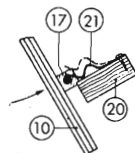
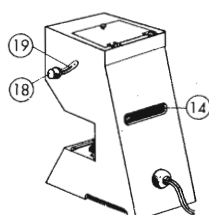

Fig. 305. Molletta di fermo per lo specchio.
Fig. 306. L'apparecchio finito.
destra è provvista di una vite 6 mm che si muove in una fessura curva della parete esterna di 7 mm di larghezza. Tagliata la testa alla vite, possiamo fissarvi un bottone di radio a fermo laterale (18); la fessura può essere ricoperta da una mascherina di alluminio (19) (v. anche fig. 306). Per fermare lo specchio nella posizione alzata, avviamo sulla parete interna un blocchetto (20) con una molletta sagomata (21) (fig. 305) sotto la quale, dopo averla sollevata, entra la parte cilindrica della vite. Lo specchio si trova nella posizione giusta quando l'immagine proiettata sullo schermo ha i bordi paralleli; se ciò non avviene, è segno che l'asse di rotazione dello specchio non è parallelo ai piani dello schermo e di appoggio della negativa; in questo caso bisogna correggere leggermente la posizione delle cerniere, inserendo uno spessore o spostando le viti. Il telaio di copiatura deve essere portato sulla misura, adatta o, se vogliamo, costruito appositamente.